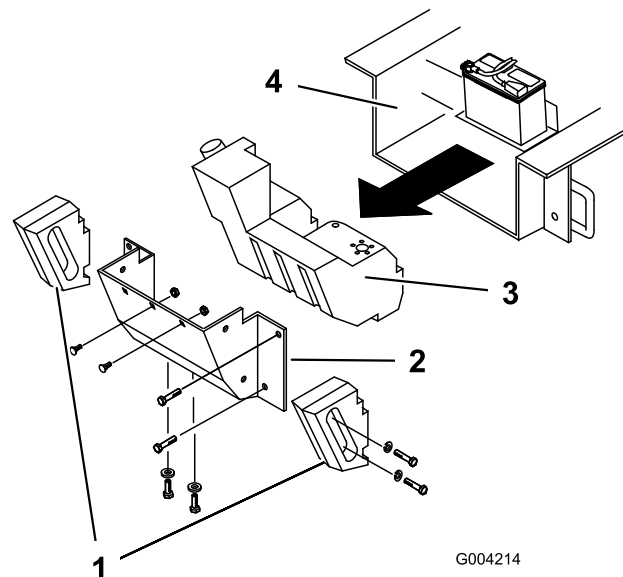

Figure 57
Avec le temps, le châssis s'encrasse sous le moteur et doit être nettoyé. Pour cette raison, ouvrez régulièrement le capot et inspectez la zone au-dessous du moteur à l'aide d'une torche. Si la couche de crasse fait entre 2,5 et 5 cm d'épaisseur, suivez la procédure ci-après (consultez la Figure 57 à cet effet) :
4. Enlevez les boulons, les rondelles et les rondelles-freins de fixation des deux masses latérales, puis déposez les masses (Figure 57).
7. Retirez les six écrous et boulons de fixation du panneau arrière et enlevez le panneau (Figure 57).
10. Poussez le réservoir de carburant en arrière (Figure 57).
16. Glissez le réservoir partiellement dans le châssis (Figure 57).
21. Remettez le panneau arrière et fixez-le en place à l'aide des six boulons et écrous enlevés précédemment (Figure 57).
23. Montez les masses latérales à l'aide des boulons, rondelles et rondelles-freins enlevés précédemment (Figure 57).